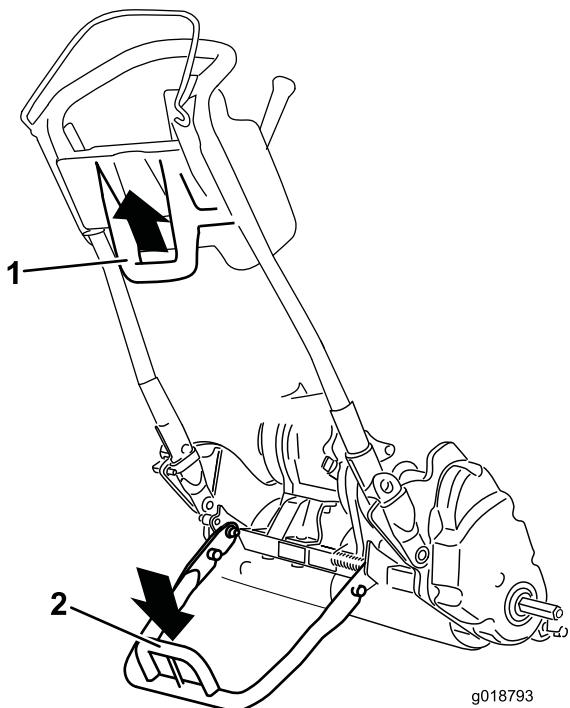

図 24
- ・ 移動走行タイヤの着脱のためにキックスタンドを操作するには、スタンドを床面まで下げ、ループを足で踏みつけた状態のままで、機体下部についているハンドルを持ってマシンを後方に引いてください（図 24）。